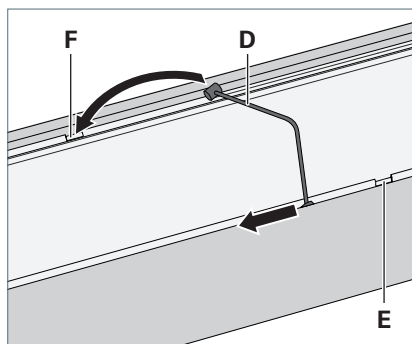

Fig. 3: Accrocher un câble métallique dans le luminaire.
- Faites passer une extrémité du câble métallique **D** à travers l'ouverture **E** dans la partie supérieure du luminaire, voir Fig. 3.